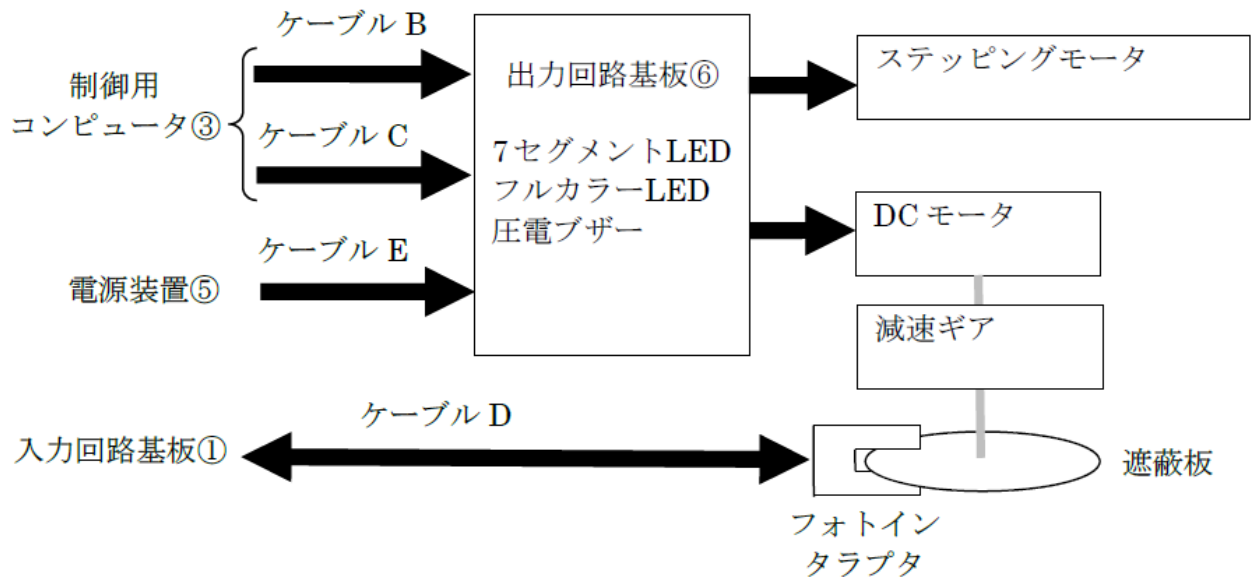

図2 制御対象装置②の構成図
- A) 入力回路基板①と制御用コンピュータ③を、ケーブル A で接続する。ケーブル A により、入力回路基板①に 5V の電源を供給する。
- B) 入力回路基板①と、制御対象装置②に実装されている透過型フォトインタラプタ(以下、フォトインタラプタという)を、ケーブル D で接続する。ケーブル D により、フォトインタラプタに 5V の電源を供給する。
(2) 制御対象装置②
制御対象装置②の構成を図2に示す。制御対象として、7 セグメント LED、フルカラーLED、圧電ブザー、ステッピングモータ、DC モータ、フォトインタラプタを含む。